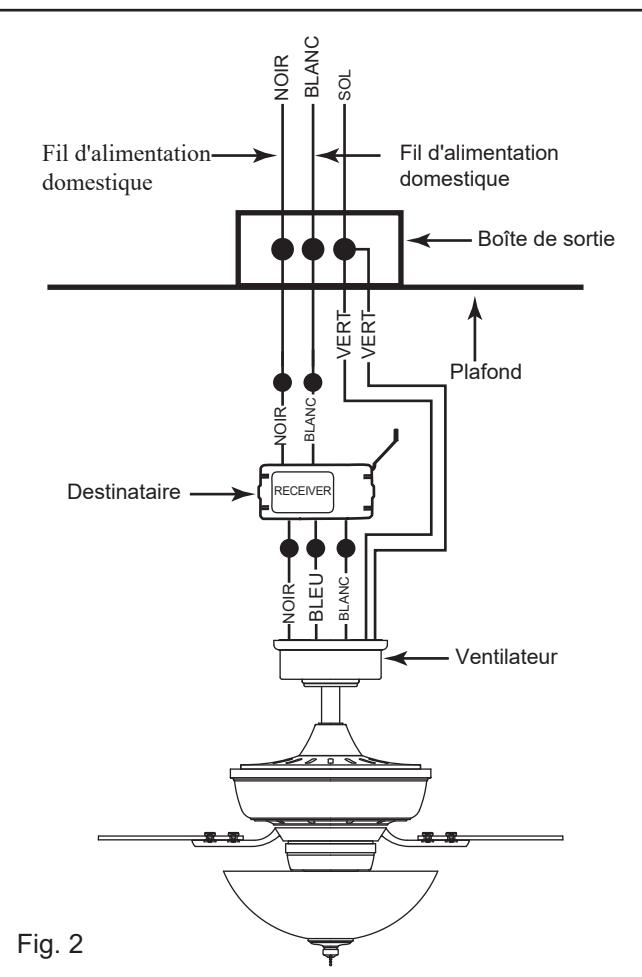

Fig. 2
- Effectuez les connexions comme suit, à l'aide des serre-fils fournis : (Fig. 2)